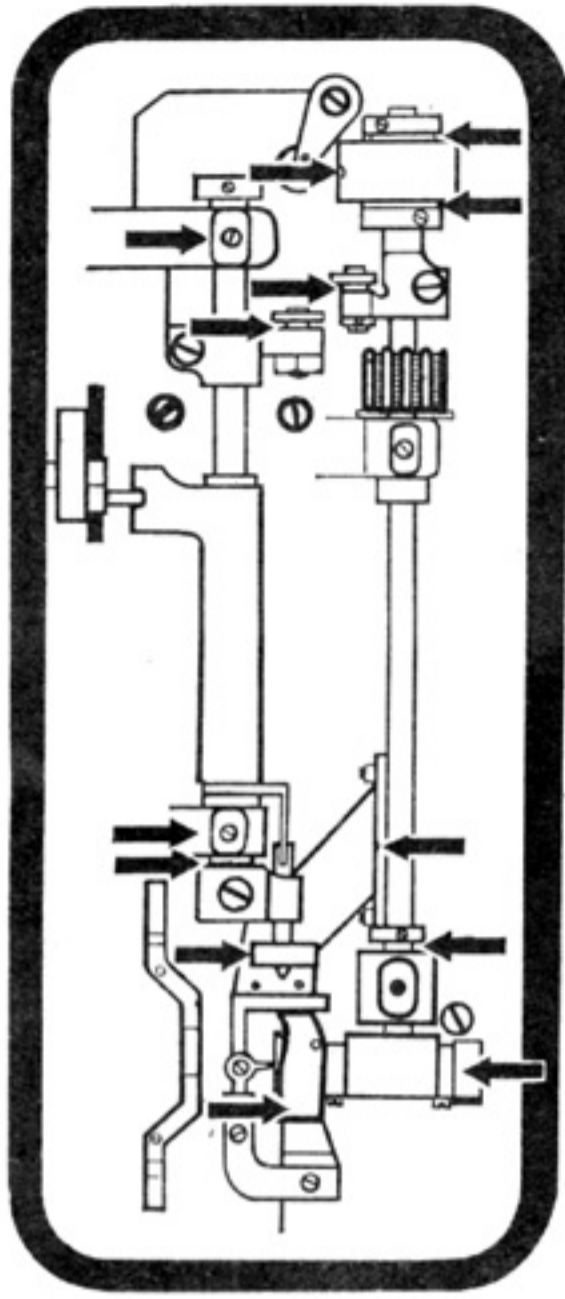

Рис. 36
23. Уход за машиной (рис. 36 и 37)
Перед началом пользования машиной необходимо смазать ее соответственно стрелкам на рис. 36 и 37.